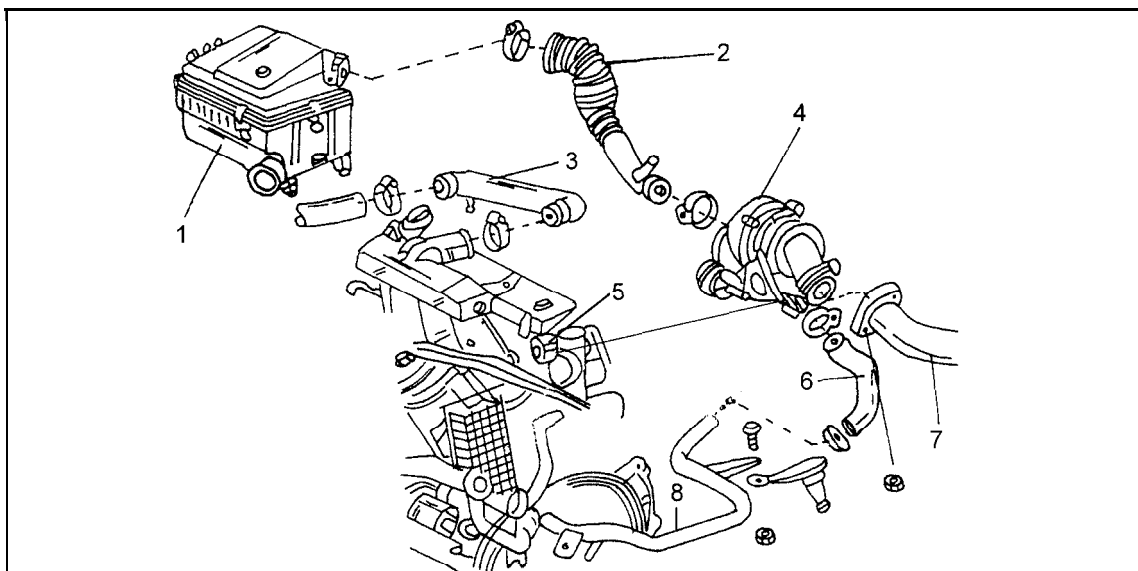

Bild 233
- Das Luftansaugrohr (2), das obere Ladeluftrohr (3), den Ladeluftschlauch (6) und den unteren Ladeluftschlauch (8) nach Lösen der einzelnen Schlauchschellen abziehen.
- Das vordere Auspuffrohr (7) vom Abgasturbolader abschrauben.
- In der Nähe der Ölwanne die in Bild 233 gezeigten Teile ausbauen, d.h. die Schrauben (2) aus dem Zylinderblock herausdrehen, die Ölrücklaufleitung (1) mit der Verbindungsleitung herausnehmen, und den Dichtring (3) sowie die Dichtung (4) abnehmen. Die Abdichtungen müssen beim Einbau erneuert werden.